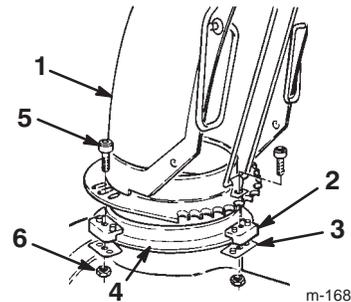

Bild 7
1. Fetten Sie den Auswurfring leicht mit Nieder-temperaturfett ein (Bild 7).
2. Setzen Sie den Auswurfkanal (offene Seite nach vorne) auf die Auswurföffnung, so dass sich die Befestigungselemente des Kanals auf dem Kanalring befinden (Bild 7).
3. Ziehen Sie die Schraube und die Sicherungsmutter an der linken Seite fest, um die Befestigungselemente für den Kanal auf der Kanalbefestigungsplatte und den Auswurfkanal auf dem Kanalring zu befestigen (Bild 7).
4. Drücken Sie die anderen Kanalbefestigungselemente in Richtung Auswurfkanal (geschlitzt) und ziehen Sie die Schrauben fest (Bild 7).
5. Der Kanal muss sich frei auf dem Ring drehen lassen. Wenn das nicht der Fall ist, drehen Sie das rechte Befestigungselement nach außen (Bild 7).